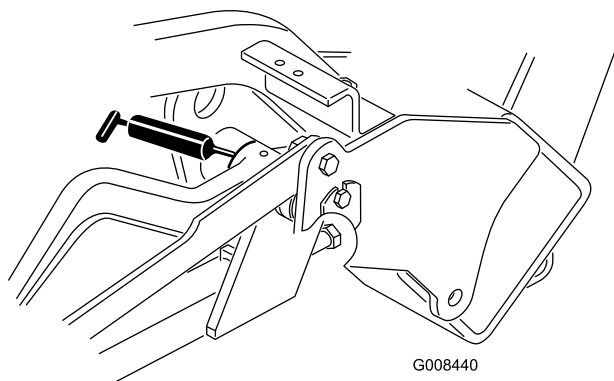

Figura 35
- Braços de elevação (3) (Figura 35)